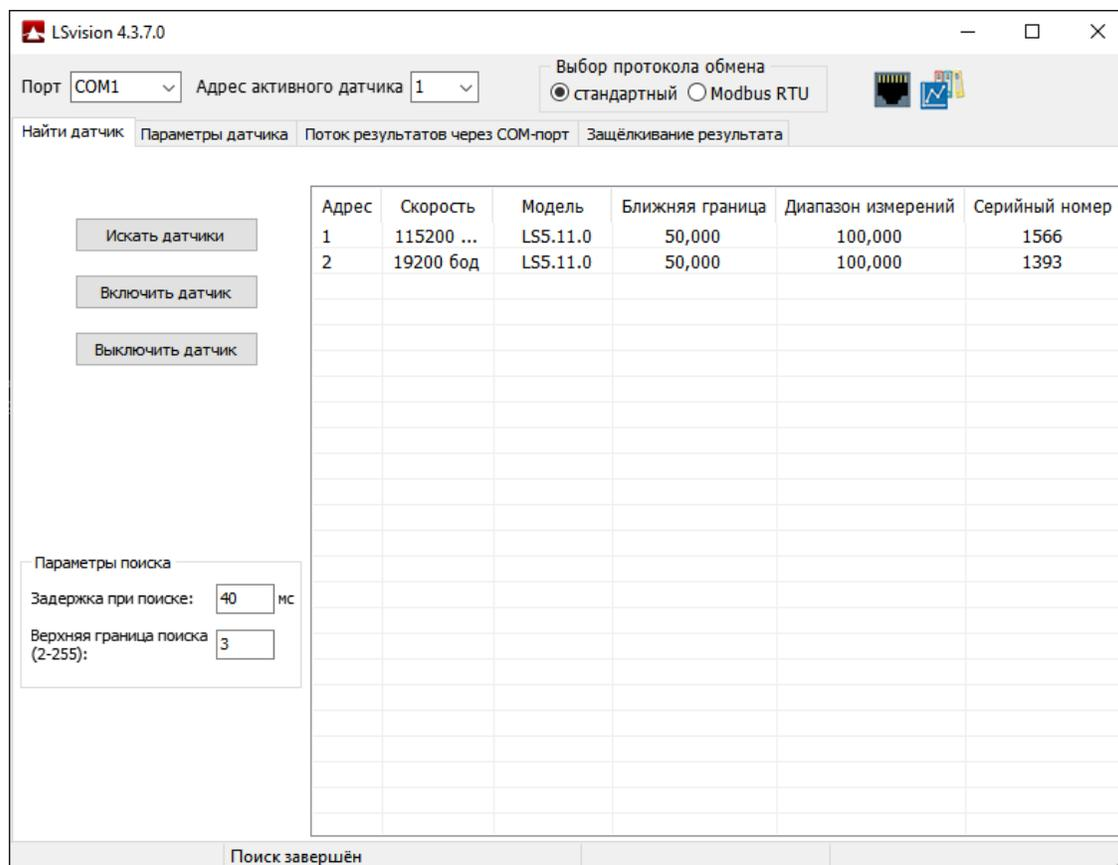

Рисунок 4.1 – Поиск датчиков
Нажатие кнопки «Искать датчики» запускает процесс сканирования адресов с первого по заданный (используется область ввода «Верхняя граница поиска»). После окончания процесса сканирования в списке в правой части рабочей области появится список найденных датчиков (см. рис. 4.1). В этом списке для каждого датчика содержится информация о типе датчика (заводской номер, диапазон измеряемых расстояний, модель), его адресе, а также скорости последовательного интерфейса, на которой в данный момент работает датчик.
**Замечание:** В большинстве случаев для гарантированного обнаружения датчиков достаточно задать задержку 40 мс в области ввода «Задержка при поиске» (см. рис. 4.1). При рутинном обслуживании датчиков, можно снизить значение до 20 мс, что позволит бы-